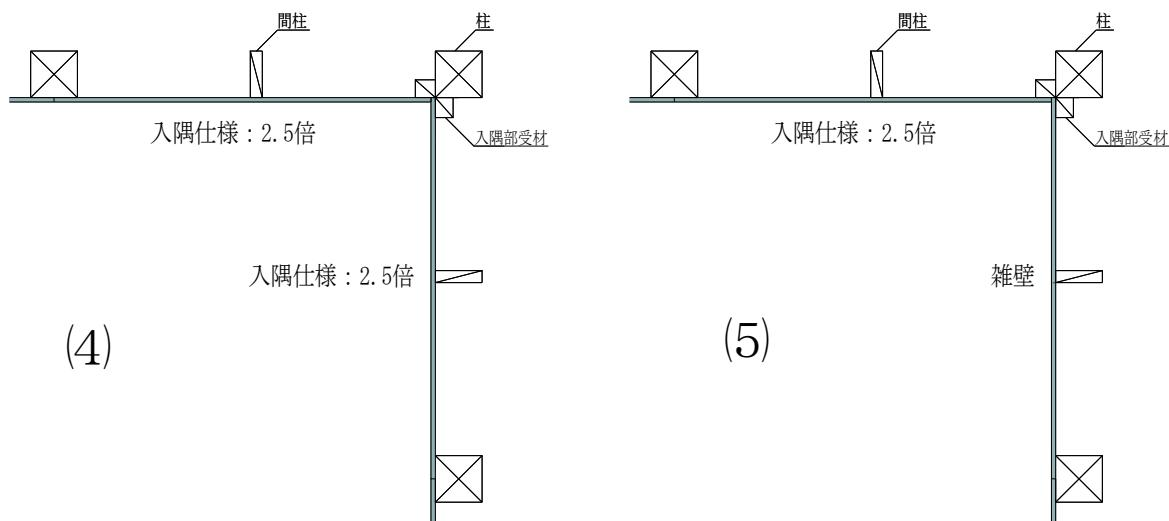

図10 入隅部の納まり図②
- ・(4)直交する両壁ともに耐力壁(2.5倍)とできます。また、(5)直交するどちらかの壁が雑壁であった場合でも、もう一方の壁は耐力壁(2.5倍)とできます(図10)尚、入隅部面材の勝ち負けおよび1P・2Pは問いません。